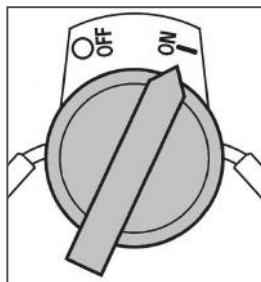

Рис. 21 Выключатель зажигания
- Выключатель зажигания переведите в положение «ON» (Включено) (Рис. 21).
При возникновении аварийной ситуации, для экстренной остановки двигателя переведите выключатель зажигания двигателя в положение «OFF» (Выключено) (Рис. 21).
4. Переверните выключатель зажигания в положение «OFF» (Выключено) (Рис. 21).